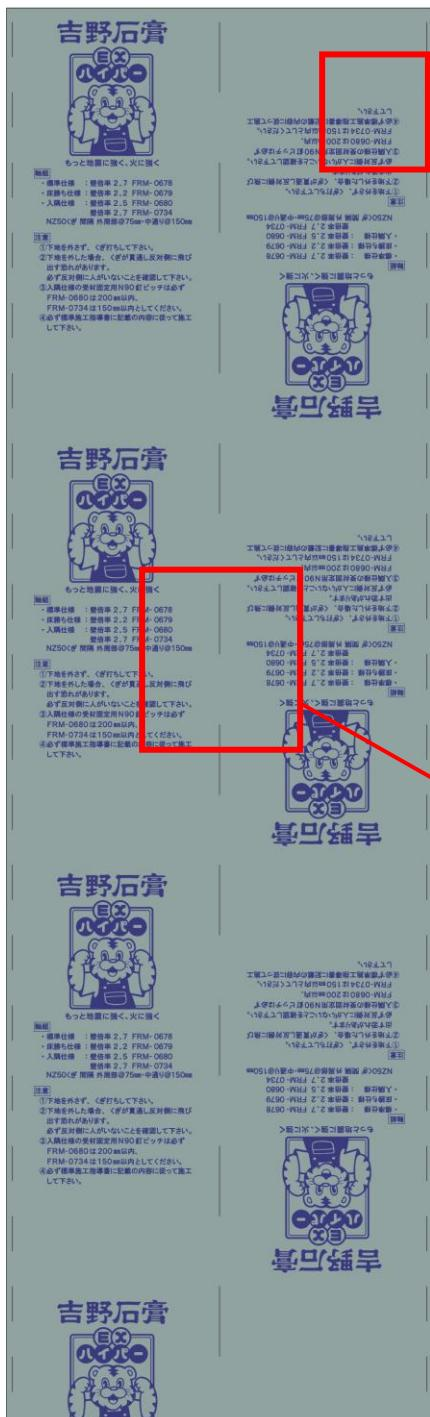

図 4-1 タイガーEX ハイパー3×10板 外観（表側）
- ・タイガーEX ハイパーの長手方向にくぎピッチを示すマーカーを外周部 75mm 間隔、中通り 150mm 間隔の黒色の破線で示していますので、規定の留付け間隔になるようにくぎ打ちを行ってください（図 4-1 参照）。